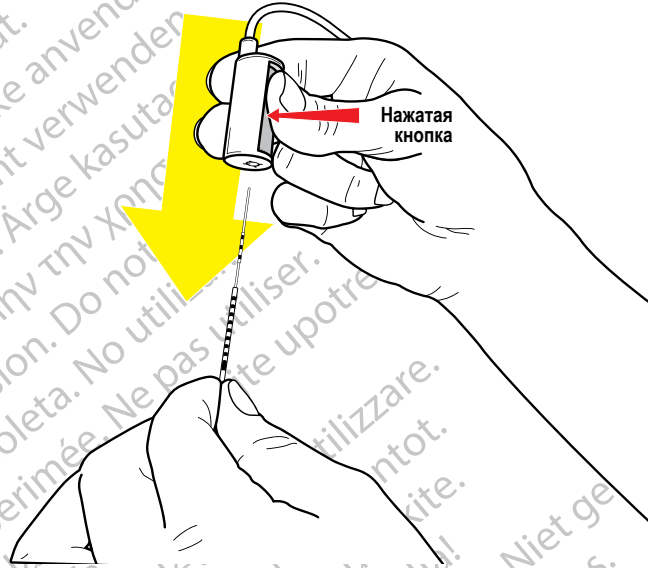

Рисунок 12. Отпустите кнопку на разъеме кабеля для операционной, чтобы подключить кабель для операционной к отведению для ГСМ
3. Удерживайте кабель для операционной и отведение для ГСМ, как показано на Рисунок 12. Чтобы открыть разъем кабеля для операционной, нажмите кнопку. Удерживайте кнопку нажатой.
4. Вставив тонкий зонд отведения, проведите разъем кабеля для операционной на проксимальный конец отведения для ГСМ (Рисунок 12). Убедитесь, что отведение для ГСМ вставлено полностью. Когда отведение для ГСМ будет вставлено полностью, разъем кабеля для операционной дойдет до предела.